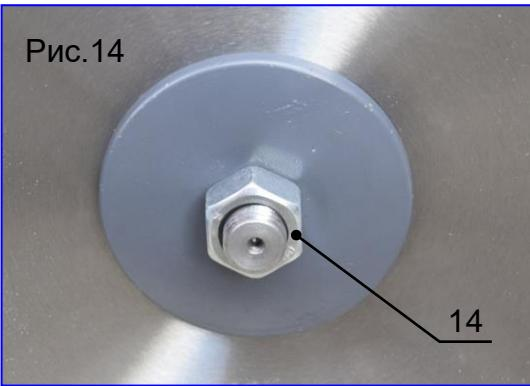

Рис.14
- 4) Накрутите на вал гайку (поз.14, рис.14) (правая резьба).
6) Надежно затяните крепежную гайку (поз.14, рис.14) с помощью специального ключа (не входит в комплект поставки).